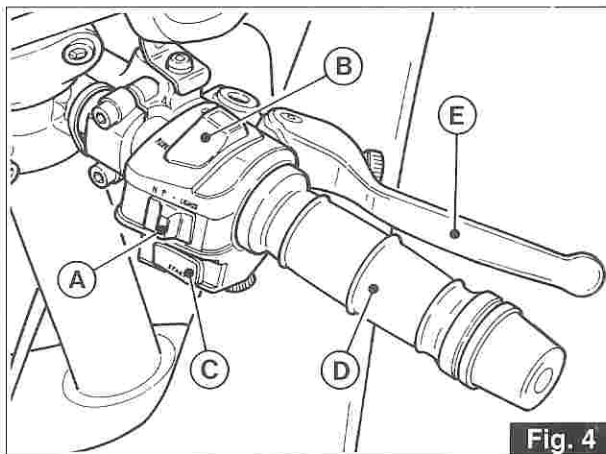

Fig. 4
Posizione «P» sterzo bloccato. Motore spento; con l'interruttore «A» di fig. 4 in posizione «P» si ha la luce di parcheggio. Chiave estraibile.
Position «P» steering locked. Engine off; with switch «A» of fig. 4 in position «P» the parking light is on. Key removable.
Interruttore «A» (fig. 4)
3.6 PULSANTE AVVIAMENTO ED INTERRUPTORE DI FERMO MOTORE (fig. 4)
Switch «A» (fig. 4)
3.6 STARTER BUTTON AND ENGINE STOP SWITCH (fig. 4)
3.7 MANOPOLA COMANDO GAS («D» di fig. 4)
3.8 LEVA COMANDO FRENO ANTERIORE («E» di fig. 4)
3.7 THROTTLE TWIST GRIP («D» in fig. 4)
3.8 BRAKE LEVER, FRONT BRAKE («E» in fig. 4)